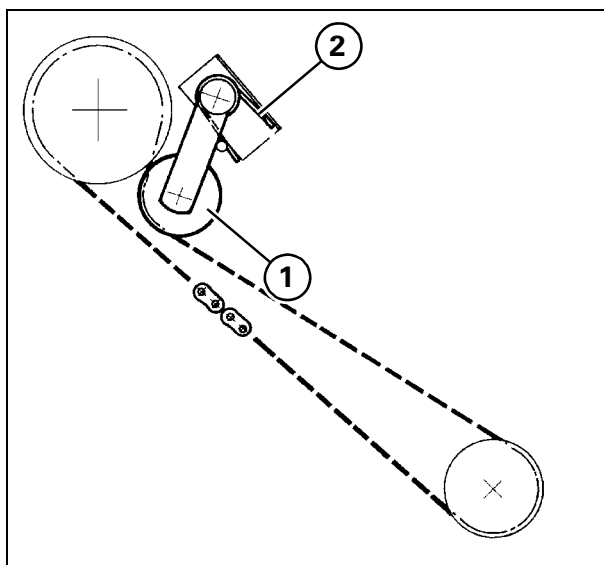

Рис. 35
31.) Цепной привод шнека загрузки зернового бункера - Рис. 35